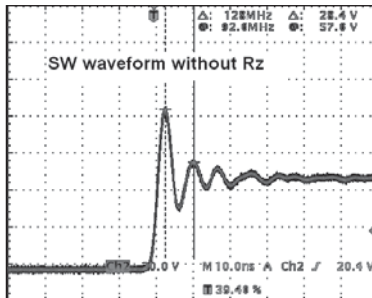
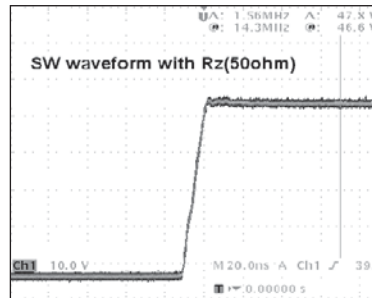

图 3
图 4
1. 在 SW 引脚与 Cb 引脚之间添加一个 50Ω 的电阻 (Rz)。这样便可将图 3 的 SW 节点波形改变为图 4 的波形。选择理想的 Rz 值时, 必须考虑 SW 的启动压摆率及其振铃振荡。振铃振荡幅度越小, 效果便越好。